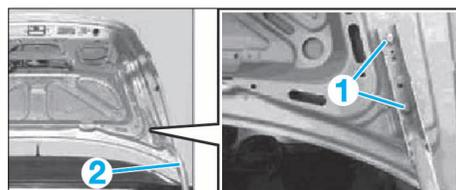

FIG. 52
- Déposer les vis (1) des deux côtés sur la patte de charnière (2) (Fig.52).